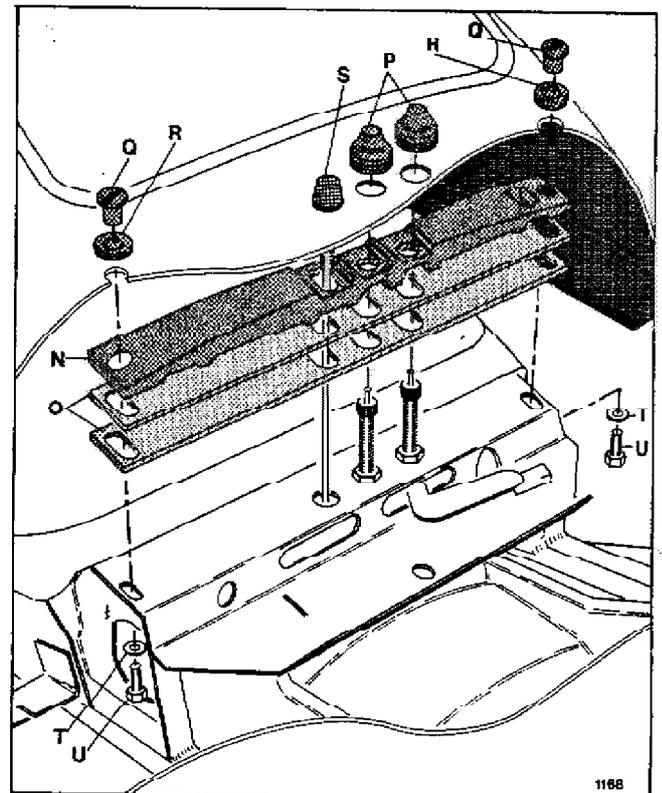

Abb. 1: Vorderseite des Oberteils
2. Die Gummitüllen P in die Löcher der Wischerwellen einsetzen (sehen Sie Abb. 1).
4. 2 Einlagen O und die Abstandshülse N in den Angelrahmen einbauen (sehen Sie Abb. 1).